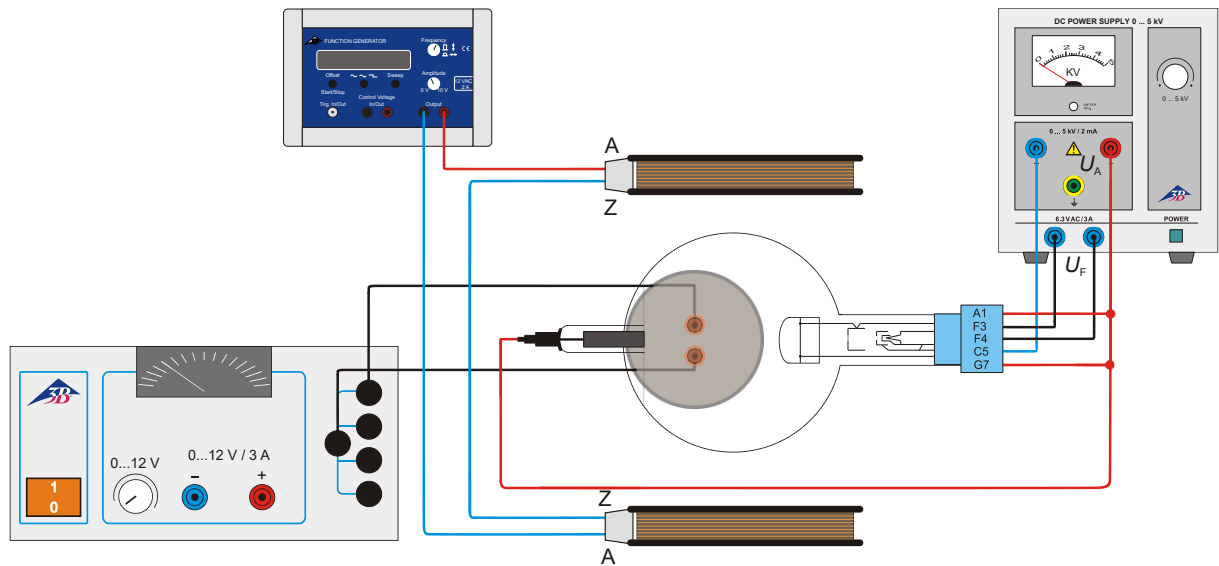

Fig.5 Desviación en campos magneticos alternos cruzados (figuras de Lissajous)
- Realice el cableado de acuerdo con la Fig. 5.